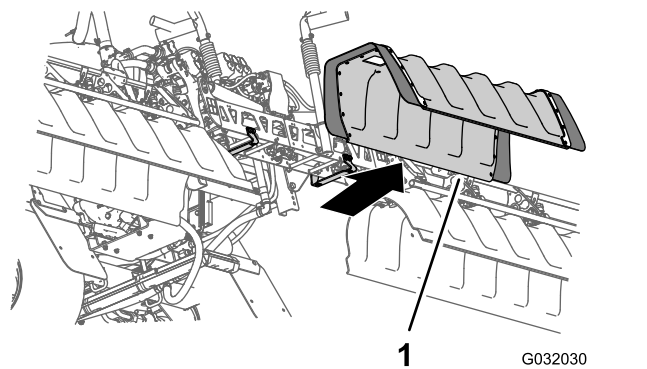

Рисунок 20
2. Снимите кожух средней секции с машины (Рисунок 20).